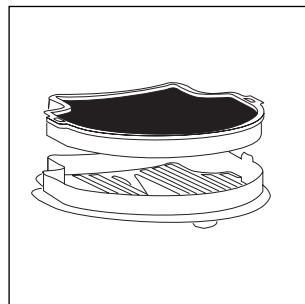

Fig. 20
- Verwijder het achterste filter (fig. 20).